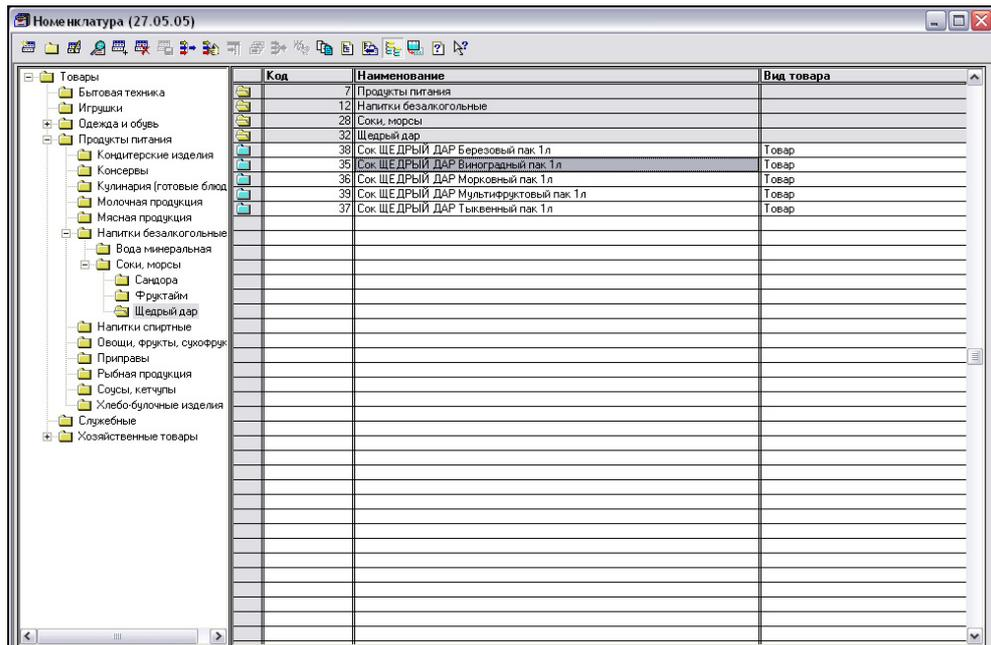

Рис. 2.1. Окно Номенклатура (карточка Щедрый дар)
Карточки в справочниках расположены в виде иерархической древовидной структуры, для удобства классификации, хранения и поиска. На рис. 2.1 можно увидеть пример хранения карточек в справочнике товаров.
По значкам в левой части таблицы, рядом с полем **Код**, можно четко определить, с каким элементом справочника мы имеем дело. Они могут быть нескольких видов (как на рис. 2.1).
- ❑ **Открытая папка желтого цвета** — значок открытой группы справочника. На рис. 2.1 такой группой является **Щедрый дар**. Двойной щелчок на значке открытой группы закрывает ее.